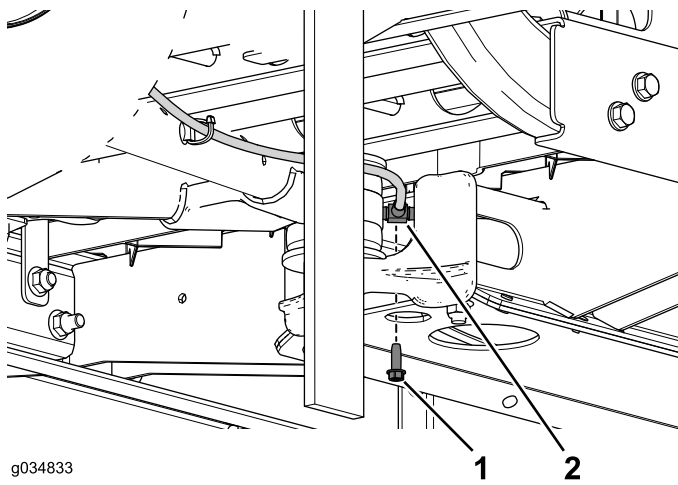

Figura 67
6. Retire el tornillo autorroscante que sujeta el acoplamiento en T al perfil central (Figura 67).